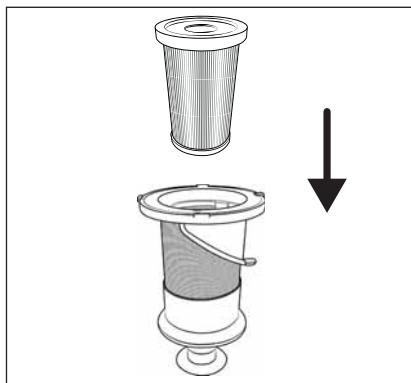

Abb. 24
- 7) Setzen Sie den EPA-Filter **5** in den EdelstahlfILTER **6** ein (siehe Abb.24).